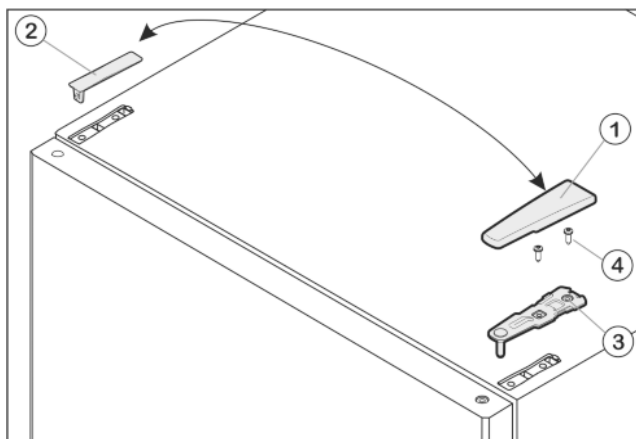

Fig. 6
- ▶ Kryt Fig. 6 (1) stáhněte dopředu a nahoru.
- ▶ Kryt Fig. 6 (2) zvedněte.
- ▶ Horní stojan ložiska Fig. 6 (3) odšroubujte (2 krát Torx® 25) Fig. 6 (4) a stáhněte nahoru.
- ▶ Horní stojan ložiska Fig. 6 (3) vložte na nové straně závěsu do dvířek.
- ▶ Horní stojan ložiska **přišroubujte (s 4 Nm)** (2krát Torx® 25) Fig. 6 (4). Díry pro šrouby případně předem propíchněte nebo použijte akumulátorový šroubovák.
- ▶ Kryt Fig. 6 (1) a kryt Fig. 6 (2) vždy na opačné straně zvenku nasadte a zaklesněte.